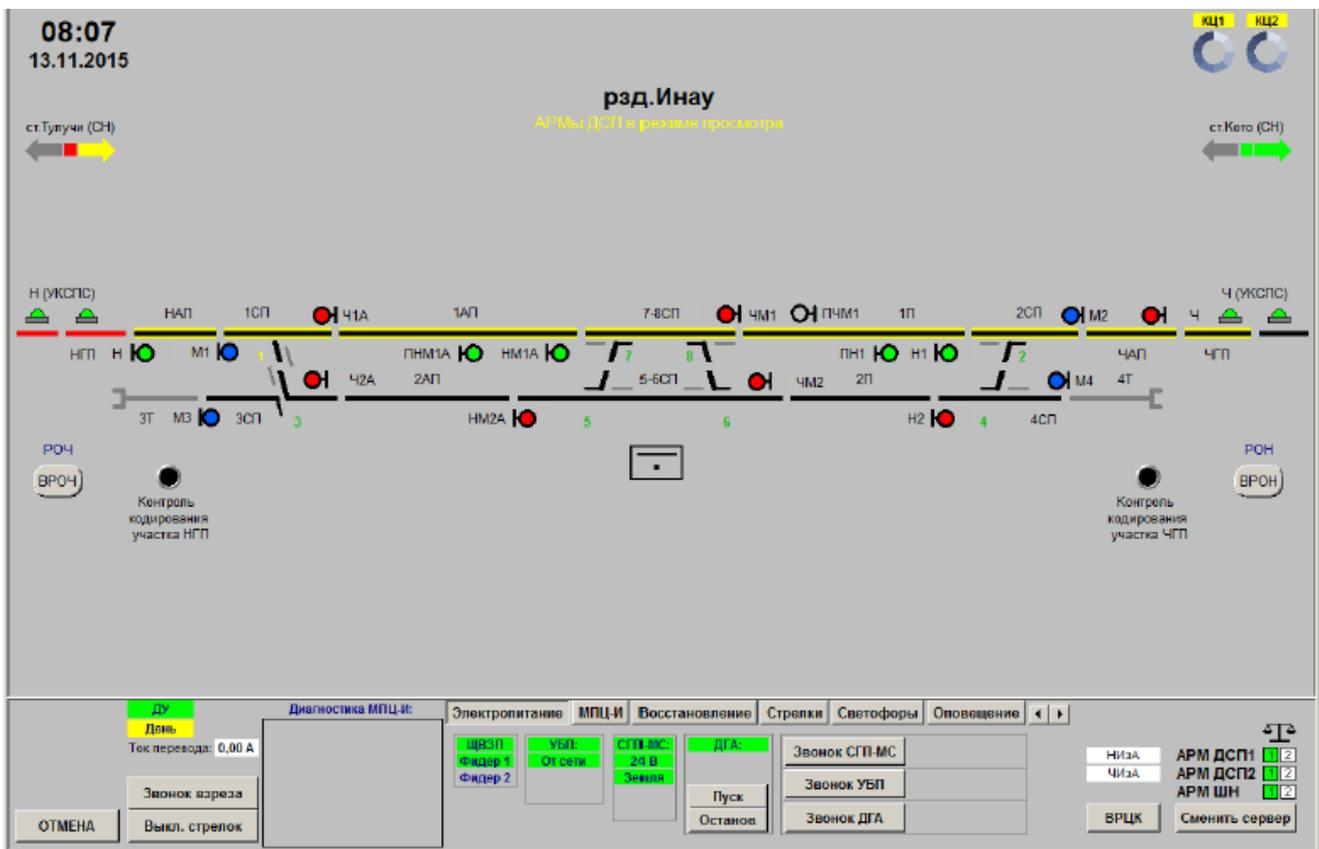

Рисунок 4. План станции на АРМ ШН.
7.2.5. Убедиться, что программа запустилась, и развернулся план станции (Рисунок 4).